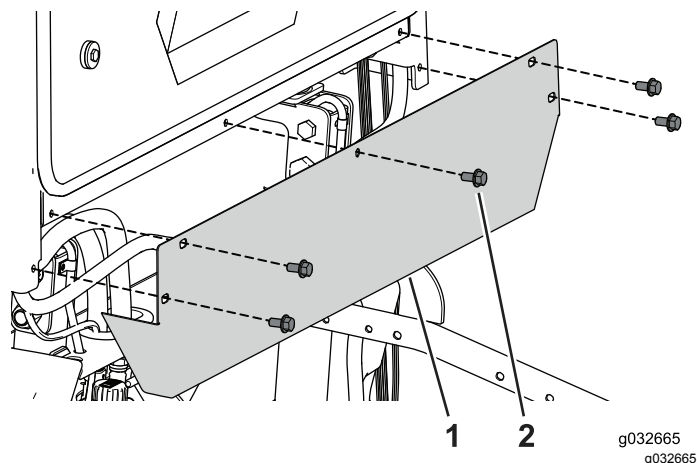

Bild 107
1. Entfernen Sie die fünf Schrauben, mit denen die hintere Abdeckung an der Kabine befestigt ist (Bild 107).